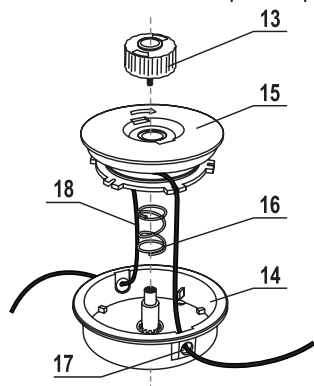

Рис. 9
4.6. Замена лески триммерной (рис. 9)